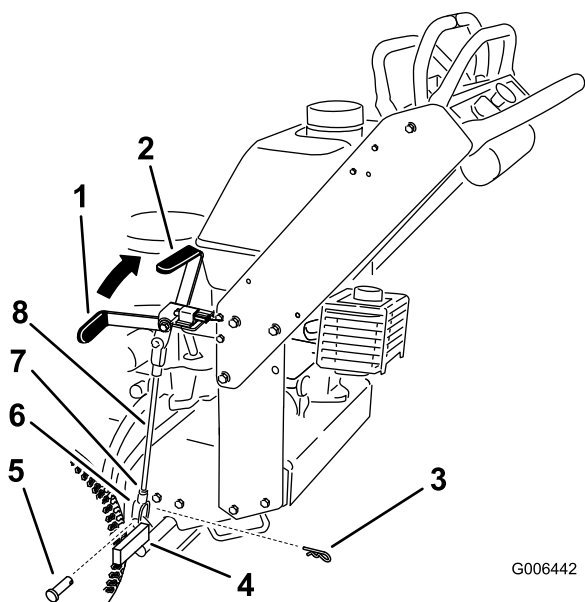

Figura 37
Nota: Quando il freno è innestato, la maniglia del freno dovrebbe essere in posizione ore 1 (Figura 37).
5. Allentate i dadi ad alette superiore ed inferiore (Figura 37).
6. Per regolare il freno, togliete la coppiglia e il perno con testa dalla leva del freno inferiore (Figura 37).
7. Ruotate l'asta del freno nelle forcelle. Per fissare i freni, allungate l'asta tra le forcelle. Per allentare i freni, accorciate l'asta tra le forcelle (Figura 37).
8. Fissate la forcella alla leva del freno inferiore con una coppia a forcina e un perno con testa (Figura 37).
9. Serrate i dadi ad alette superiore ed inferiore (Figura 37).